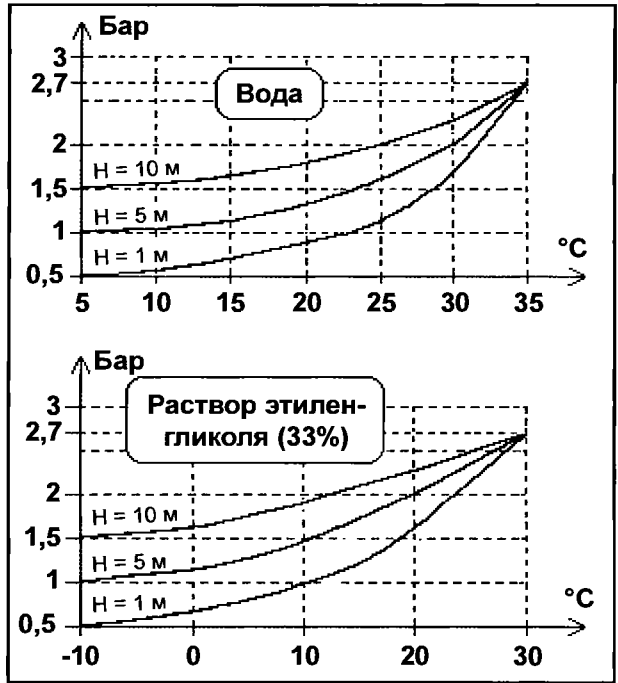

Рис. 91.9.
На рис. 91.9 представлены более точные зависимости изменения давления в расширительном бачке от температуры и высоты столба жидкости над бачком (H).